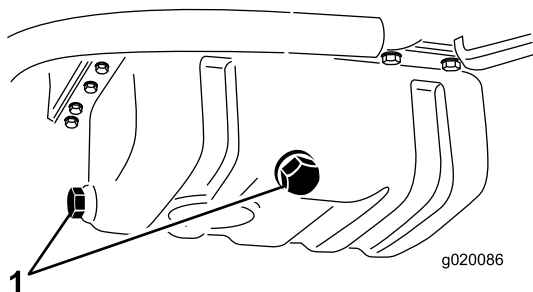

Bild 56
2. Entfernen Sie eine der Ablassschrauben (Bild 56) und lassen Sie das Öl in die Auffangwanne ab. Schrauben Sie die Ablassschraube wieder ein, nachdem das Öl abgelassen ist.